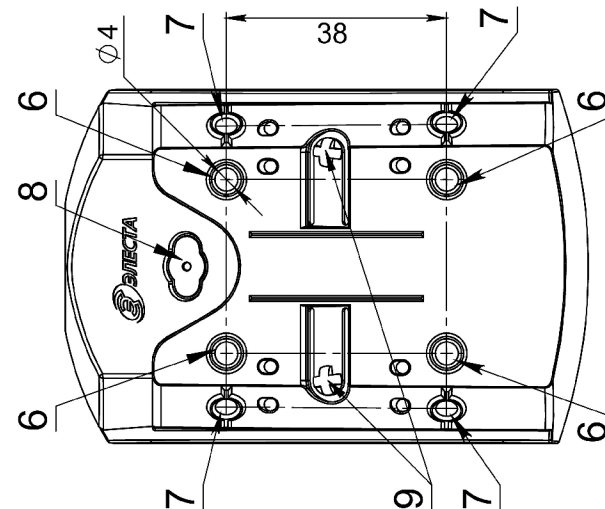

Рис.4
Определить поверхность крепления основания (прямо, влево или вправо), таким образом определить «рабочую» клавишу (9) Датчика В/О и «рабочие» пазы под защитную планку (11). Разметить и подготовить отверстия в стене в соответствии с установочными размерами (рис. 4) – рекомендуется использовать два отверстия на одной вертикали.